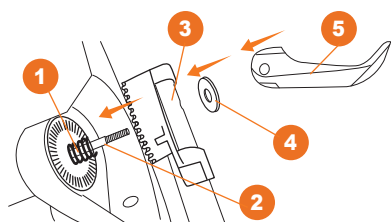

Рис. 3
- Закрепите нижнюю часть рукоятки на установочные места скарификатора (Рис. 3) для этого, установите пружину **1** на ось крепления **2**, присоедините кронштейн нижней части рукоятки **3** совместив шлицы кронштейна и корпуса скарификатора, наденьте шайбу **4** и закрутите быстрозажимной рычаг **5**.